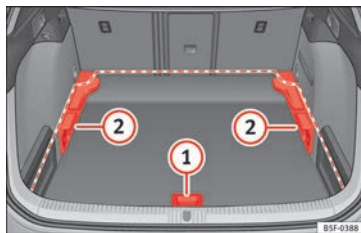
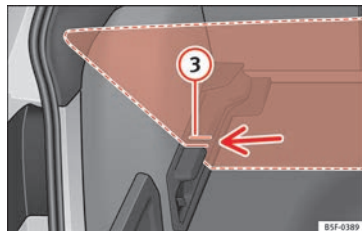

Fig. 185 Plancher de coffre à bagages modulable : positions.
Fig. 186 Plancher de coffre à bagages modulable : rainures inclinées.
- Relevez le plancher avec la poignée » **fig. 185** ①, tirez-le vers l'arrière jusqu'à ce que la partie avant du plancher dépasse complètement les supports ②.
- Déplacez le plancher vers l'avant sur ces derniers jusqu'à ce qu'il bute contre le dossier de la banquette arrière et ensuite, abaissez le plancher avec la poignée ①.
- Relevez le plancher modulable avec la poignée » fig. 185 ① et tirez-le vers l'arrière jusqu'à ce que la partie avant du plancher dépasse complètement les rainures inclinées » fig. 186 ③.
- Faites passer le plancher par les rainures en question en vous aidant de la poignée ① jusqu'à ce qu'il bute contre le dossier de la banquette arrière et que le plancher s'appuie sur les rainures.